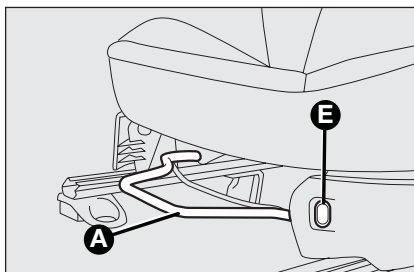

fig. 17
Ajuste hacia delante/atrás fig. 17
Asientos calefactados fig. 17 (donde corresponda)
ATENCIÓN Si utiliza la palanca **D** antes de bloquear el asiento en su posición original hace que se pierda la posición original del asiento. En ese caso, ajuste la posición del asiento por medio del ajuste de la inclinación **fig. 17**.
Para devolver el asiento a su posición inicial, deslice el asiento hacia atrás y presione en el respaldo para bloquear el asiento (movimiento ④) utilice la palanca **D** (movimiento ⑤) y levante el respaldo (movimiento ⑥) hasta oír un clic. Ajuste la inclinación con la palanca **A-fig. 17**.